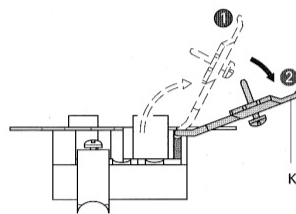

Fig. 2
2. Klappschelle K über die Stellung ① hinaus vollständig aufklappen, bis in Stellung ②. In Stellung ② ist K arretiert. (Fig. 2).
2. Open the clamp K entirely by passing position ① up to position ②. In position ② K is arrested. (Fig. 2).
2. Relever le collier de serrage K et le ouvrir complètement par la position ① jusqu'à position ②. Dans la position ② K est arrêté. (Fig. 2).